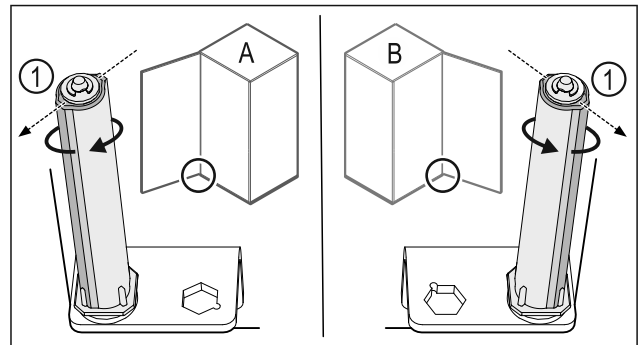

Fig. 41 Tope izquierdo (A) / tope derecho (B)
- ▶ Girar el sistema de cierre contra la resistencia hasta que el alma del sistema de cierre Fig. 41 (1) apunte hacia afuera.